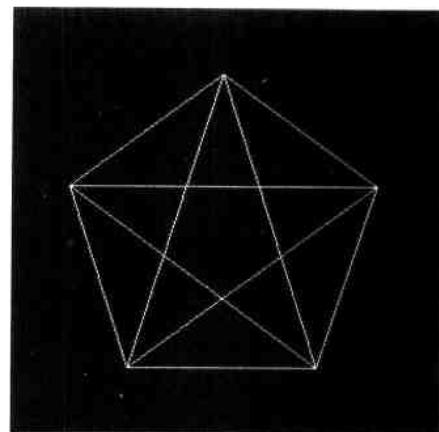

图 1-4 连成五角星
- (4) 单击绘图工具条上的【直线】命令，按照捕捉的提示光标，单击左键确认。依次连接正五边形的各个顶点，如图 1-4 所示。连接完成后，单击左键退出【直线】命令。